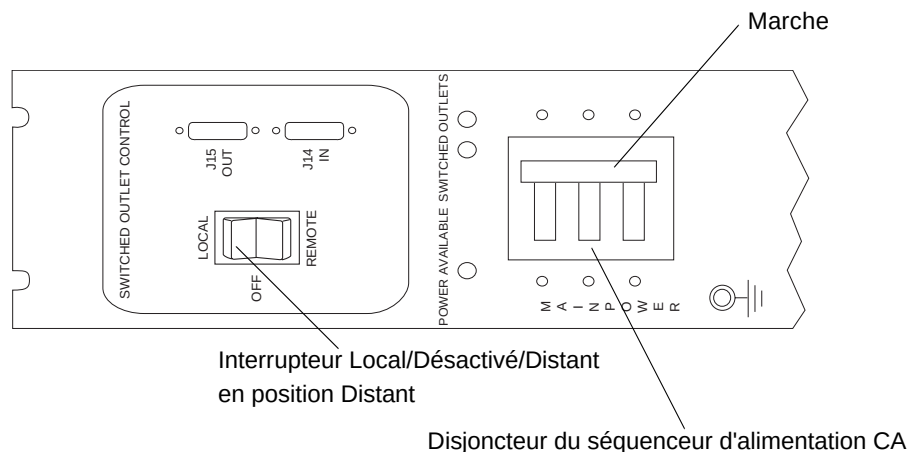

FIGURE B-7 Panneau de contrôle du séquenceur d'alimentation arrière
1. **Vérifiez que le disjoncteur du séquenceur d'alimentation CA est en position Arrêt (voir FIGURE B-7).**
2. **Vérifiez que l'interrupteur Local/Désactivé/Distant est en position Distant sur les séquenceurs d'alimentation du coffret de base et du coffret d'extension (le cas échéant) (voir FIGURE B-7).**